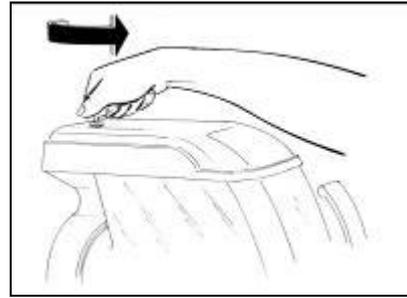

Abb. 1
**D**as Gerät auf einer horizontalen, soliden und ausreichend belüfteten Fläche (mindestens 20 cm Freiraum, siehe Abb.1) in einem trockenen Raum aufstellen. Nicht in der Nähe von
- Nachdem die Verriegelung anhand des zugehörigen Schlüssels (Abb. 1) gelöst wurde, zunächst den Sicherheitsdeckel, dann den Unterdeckel entfernen, wie in Abb. 2 dargestellt.